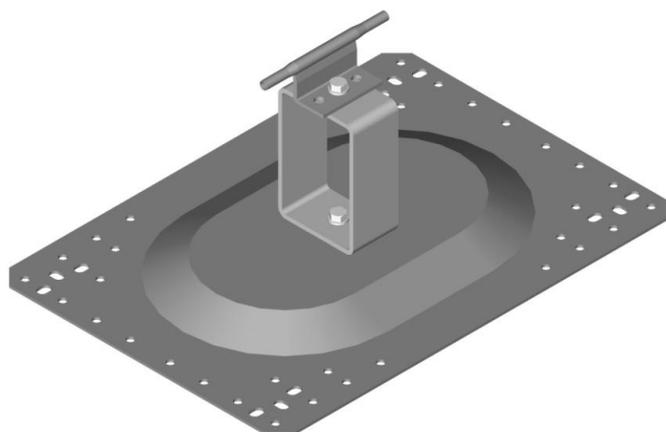

Abbildung 16 – Grundplatte, Zwischenpfosten und Zwischenbeschlag
7. Achten Sie darauf, dass die Wände des Pfostens im 90° Winkel zur Längsrichtung der Grundplatte stehen (s. Abb. 16).